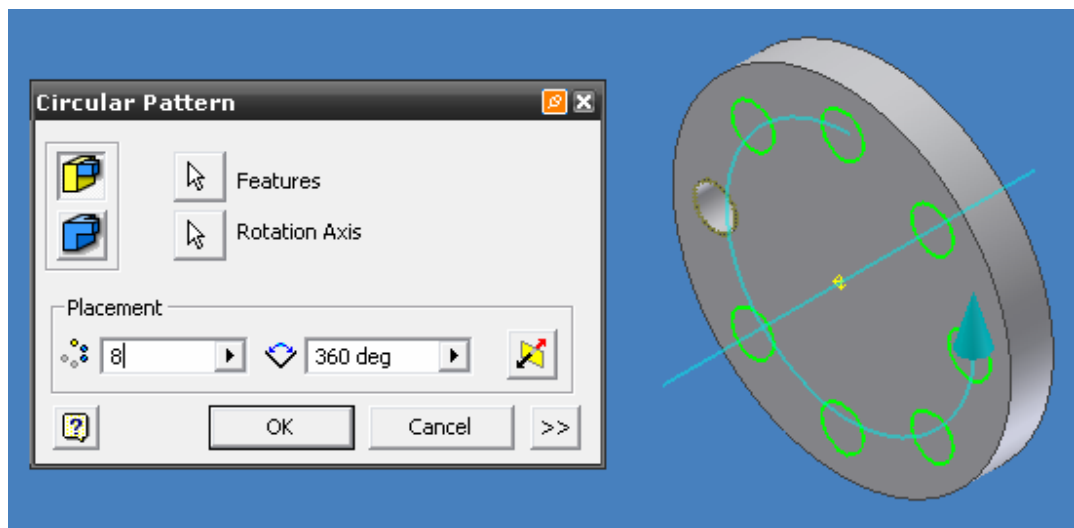

Figura 3.83 Vista previa de CIRCULAR PATTERN.
- Tome como ROTATION AXIS la placa circular y obtendrá una vista previa figura 3.83.